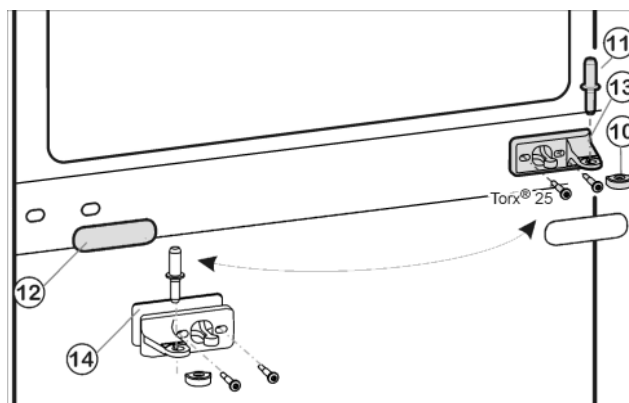
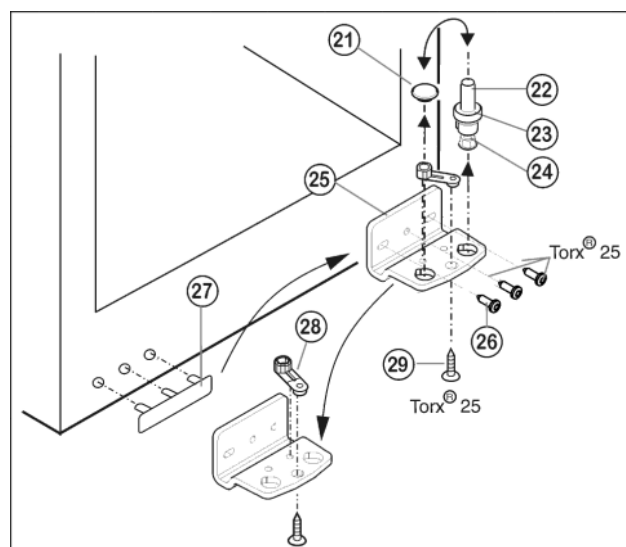

Fig. 8
Fig. 9
- ▶ Drag ur mitre lagerbult Fig. 8 (11) från lagerbocken och drag ut nedre dörren.
- ▶ Drag bort plastkåpan Fig. 8 (10).
- ▶ Skruva bort mitre lagerbock Fig. 8 (13) (2 gånger Torx® 25).
- ▶ Drag försiktigt bort täckpanelen Fig. 8 (12).
- ▶ Skruva fast mitre lagerbock Fig. 8 (13) med underlägg Fig. 8 (14) vriden 180° på den nya gångjärnssidan (med 4 Nm).
- ▶ Haka fast täckpanelen Fig. 8 (12) vriden 180° på den nya handtagsidan.
- ▶ Drag ur lagerbulten Fig. 9 (22) komplett med platta Fig. 9 (23) och justeringsfot Fig. 9 (24) uppåt.
- ▶ Lyft ur pluggar Fig. 9 (21).
- ▶ Skruva bort lagerbocken Fig. 9 (25).
- ▶ Skruva bort lagerdelen Fig. 9 (28) och flytta den till lagerbockens motsatta monteringshål, skruva fast.
- ▶ Lyft försiktigt bort täckbrickan på handtagsidan Fig. 9 (27) och flytta den till motsatta sidan.
- ▶ Skruva fast lagerbocken Fig. 9 (25) på den nya gångjärnssidan, eventuellt med hjälp av en skruvdragare (med 4 Nm).
- ▶ Sätt i pluggen Fig. 9 (21) i det andra hålet.
- ▶ Sätt tillbaka lagerbulten Fig. 9 (22) komplett, med platta och justeringsfot. Kontrollera därvid att skåran pekar bakåt.
- ▶ Sätt på nedre dörr uppifrån på nedre lagerbult *Fig. 9 (22)*.
- ▶ Sätt på plastkåpan *Fig. 8 (10)* på mitre lagerbock *Fig. 8 (13)* igen.
- ▶ Sätt i mitre lagerbult *Fig. 8 (11)* på den nya gångjärnssidan genom mitre lagerbock *Fig. 8 (13)* i den nedre dörren.
- ▶ Sätt övre dörr på mitre lagerbult *Fig. 8 (11)*.
- ▶ Rikta eventuellt in dörren i förhållande till skåpet med de två avlånga hålen i nedre lagerbock *Fig. 9 (25)* och mitre lagerbock *Fig. 8 (13)*. Skruva därvid ur mitre skruven på nedre lagerbock *Fig. 9 (25)*.